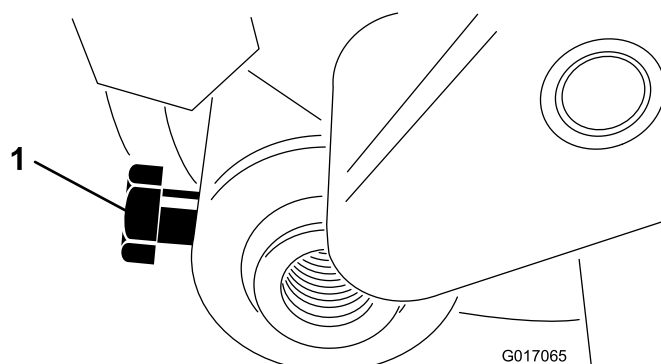

Figura 12
24. Insira o eixo do rolo no braço de ajuste esquerdo e prenda, sem apertar, com o parafuso (Figura 12).
32. Centre o rolo entre os braços de ajuste e aperte os parafusos de montagem (**Figura 12**).